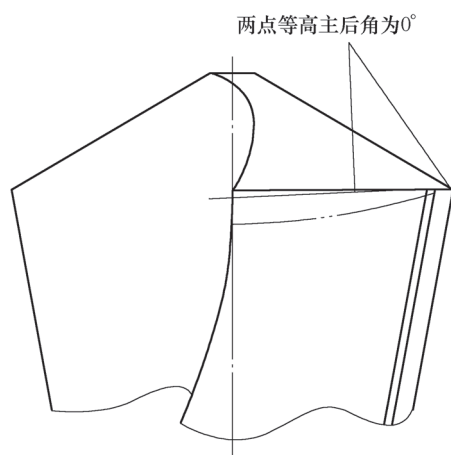

图2 两点等高主后角为 0°
3) 解决方法：麻花钻外缘处的后角应为 $10^\circ \sim 14^\circ$ 。刃磨时，在主切削刃接触砂轮后，逐渐增大两手向砂轮推送麻花钻的力度，从而增大主后角。与相同大小的标准钻头进行比对，调整角度，保证两点等高主后角为 0° （见图2）。提高刃磨位置，确保刃磨位在砂轮中心以上。